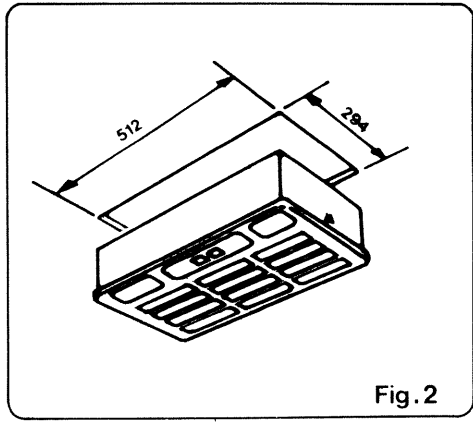
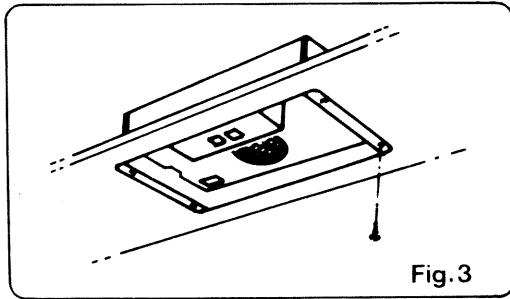

Fig. 2
Fig. 3
En partant de la découpe d'encastrement du groupe (fig. 2) la mise en place de l'appareil est réalisée par enclipsage et la fixation est assurée par quatre vis à bois fournies (fig. 3).
- Enclipser le groupe filtrant dans la découpe prévue (fig. 3).
- Fixer l'appareil définitivement à l'aide des quatre vis à bois fournies dans le sachet (fig. 3).